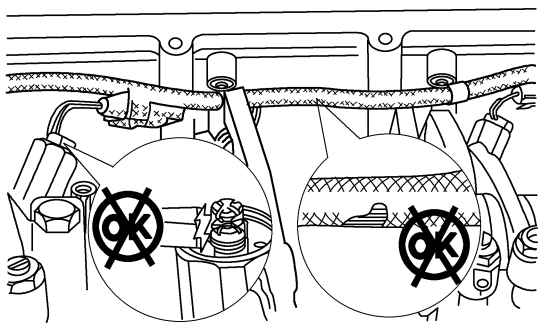

图 5-93 拆卸气门室盖, 检查导线是否短路
④ 例如测量值为 1.3Ω ，万用表电阻为 0.1Ω ，实际喷油器电磁阀电阻值为 1.2Ω (测量值 1.3Ω 减去万用表电阻 0.1Ω)。
⑤ 若电阻值低于技术规范，应拆卸气门室盖，检查喷油器电磁阀导线是否短路，如果导线损坏(图 5-93)，应当进行更换。